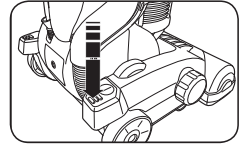

Fig. 3
1. Pour activer l'aspirateur, appuyez sur la pédale de mise en marche située sur le suceur de l'aspirateur (Fig. 3).